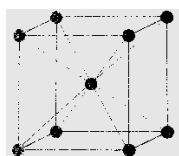

Рис.1.
- А) объемно центрированная кубическая металла (см.рис.1).